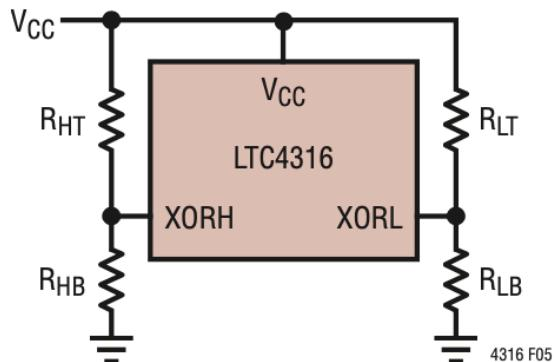

Abbildung 11: Translation Byte [9]
An jeden LTC4316 wird ein AS7261 oder AS72651 angeschlossen (SDAOUT, SCLOUT). Bei Kommunikation vom Raspberry Pi zum Sensor wird dann die I2C Adresse mit einem Faktor (Translation Byte), welcher mit diskreten Widerständen eingestellt wird, mit Fomel (1) verrechnet, um so die Adresse anzupassen (XORH,XORL). Um das Translation Byte einzustellen, müssen die Widerstände R_{HT} , R_{LT} , R_{HB} und R_{LB} wie in Abbildung 11 am LTC4316 angeschlossen werden.